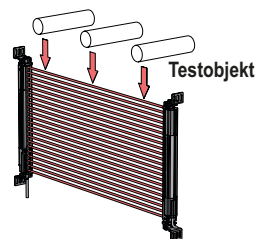

Abbildung 1.
- 5b Bei überwachter Maschine im Stillstand das Testobjekt durch das Schutzfeld entlang drei Stellen nach unten führen: des Empfängers, des Senders und auf halbem Weg dazwischen (Abbildung 1).